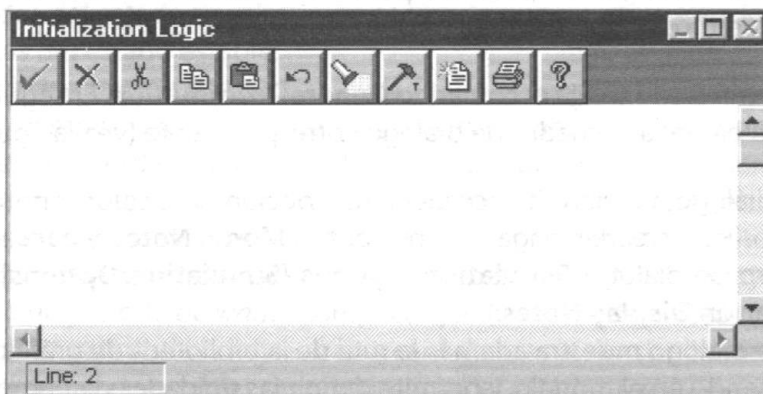

Figura 5.23
- Haga clic en el botón **Initialization Logic** para desplegar la ventana de programación correspondiente (vea la figura 5.23).